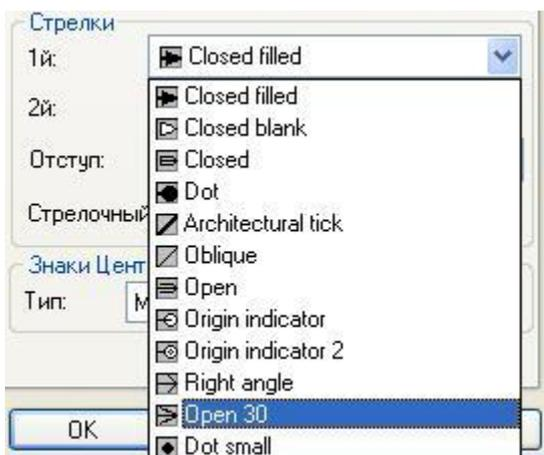

Рис. 3.8 Выбор типа стрелок
3. Раскрыть список **Стрелки** и в нём выбрать **Open 30** (Рис. 3.8).